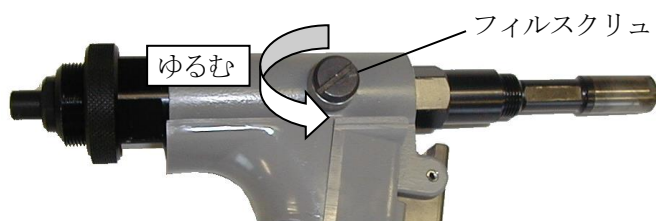

図7-10
- (9) マイナスドライバでフィルスクリュを緩め、余分な油圧オイルと空気(気泡)を除去してください。油圧オイルが出なくなるまで放置した後、フィルスクリュを締め付けてください。(図7-10)